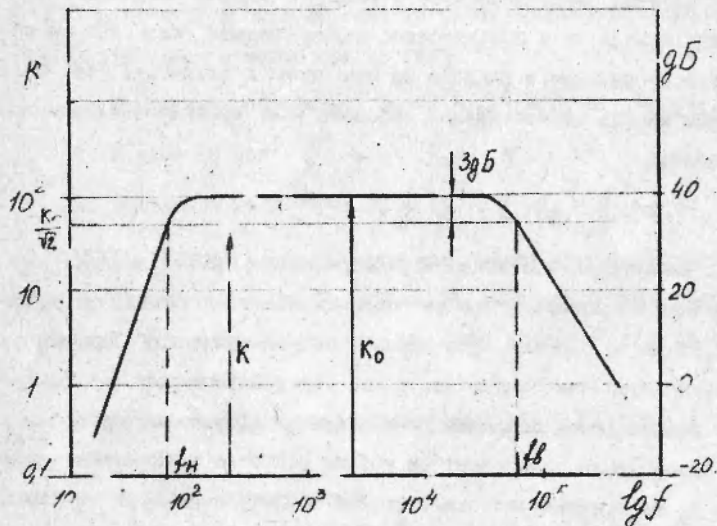

Рис. II.2. Амплитудно частотная характеристика двухкаскадного RC-усилителя.
4. Амплитудно-частотная характеристика (АЧХ) $K = f(\omega)$ определяет зависимость модуля коэффициента усиления K от частоты f входного сигнала. Эта характеристика позволяет определить полосу пропускания усилителя, т. е. тот диапазон частот, где уменьшение коэффициента усиления не выходит за допустимые пределы. Полосу пропускания определяют на уровне 0,707 от коэффициента усиления K_0 на средних частотах. Типовая амплитудно-частотная характеристика приведена на рис. II.2. Диапазон частот $\Delta f = f_H - f_H$ называют полосой пропускания. Величина модуля коэффициента усиления и полосы пропускания усилителя в значительной степени зависят от характера и глубины обратной связи.